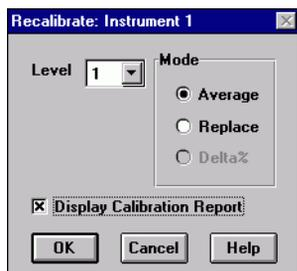

Figura 12 El cuadro de diálogo de recalibración
- 2 Muestre el cuadro de diálogo de recalibración, **Recalibrate** (consulte la Figura 12):